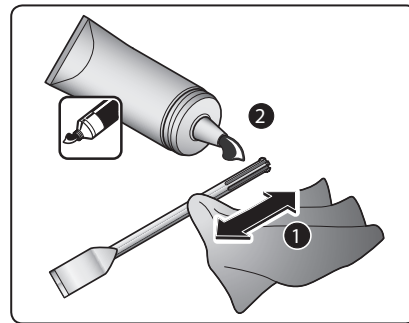

Abb. 2
2. Reinigen Sie den SDS-Schaft des Werkzeugs gründlich mit einem Tuch, ggf. trocknen Sie ihn ab und fetten Sie ihn ein, siehe Abb. 2.